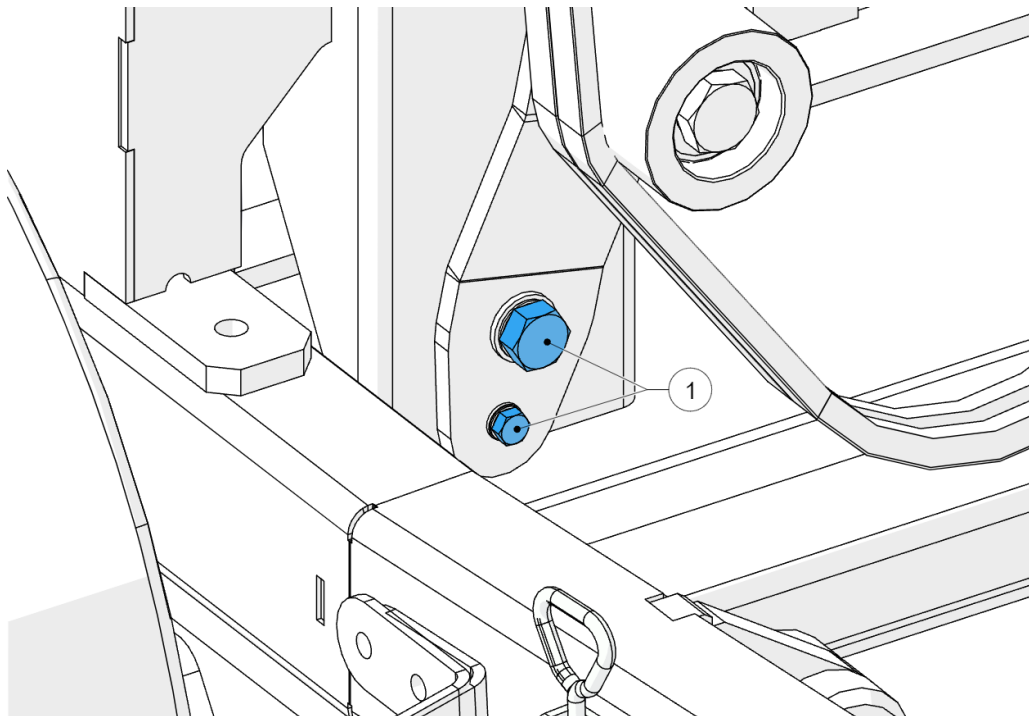

Abbildung 64 - Hauptriemenspanner
4. Prüfen Sie die Spannung des Keilriemen (1, Abbildung 64).